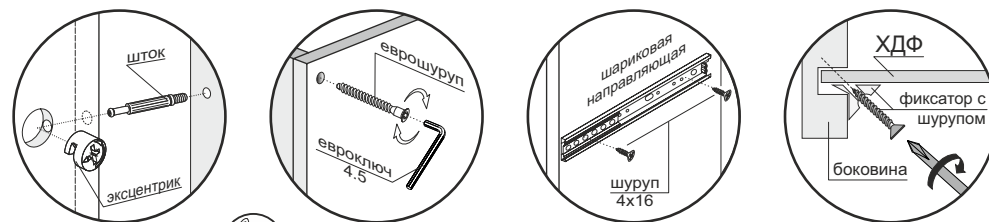

Рис.1
1. К боковинам (1,2) прибить подпятники (рис.1).
2. К боковинам (1,2) прикрутить направляющие шурупами 4x16 (рис.1).
3. Соединить боковины (1,2) с крышей (3) и стяжкой (4) шкантами и эксцентриками (рис.1).
4. На собранной части изделия измерить диагонали секции (они должны быть равны: +/- 2 мм) и крепить заднюю стенку фиксатором с шурупом, состоящую из ХДФ (7) и соединительной планки (рис.1).